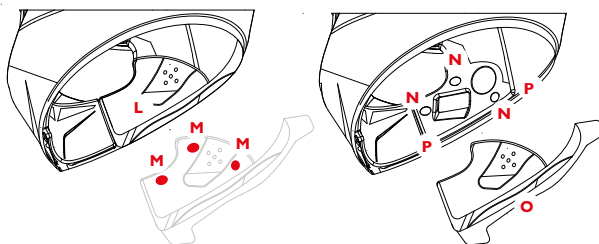

FIGURE 9
**Doublures internes latérales: MOUSSES DE JOUES — L — Figure 9**
**Extraction** — Figure 9
**Montage** — Figure 9